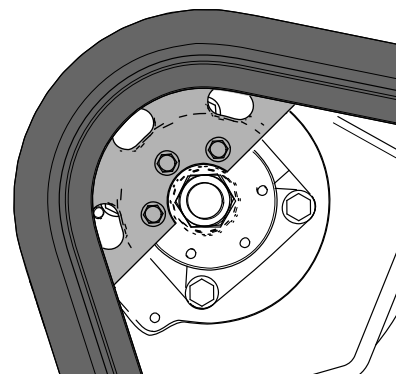

Bild 30
- Schieben Sie den Fahrtriebshebel nach vorne, bis die eine Hälfte des Antriebsritzel in die Kette eingreift (Bild 30).